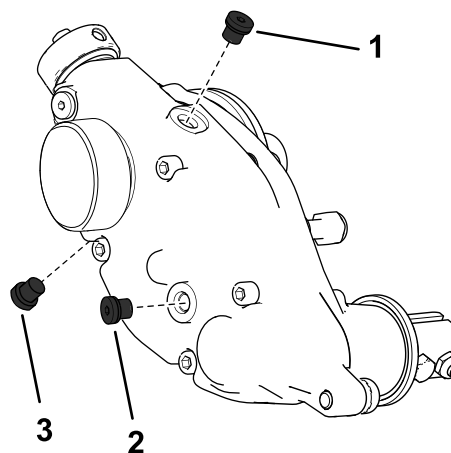

Figura 22
2. Remova o tampão de escoamento no fundo da caixa (Figura 22).
3. Remova o tampão de enchimento na lateral da caixa e desapeste o tampão de ventilação na parte superior para que o ar possa passar (Figura 22).
7. Instale o tampão de escoamento (Figura 22).